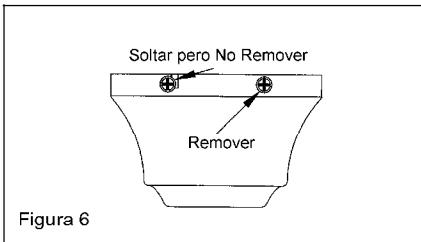

Figura 6
2. Retire la placa de montaje de la marquesina desenroscando los cuatro tornillos ubicados en la parte superior de la marquesina. Retire los dos tornillos de cabeza sin ranura y desenrosque los tornillos de cabeza con ranura. Así se podrá retirar la placa de montaje (Figura 6).
2. Retire la placa de montaje de la marquesina desenrosando los cuatro tornillos ubicados en la parte superior de la marquesina. Retire los dos tornillos de cabeza sin ranura y desenrosque los tornillos de cabeza con ranura. Así se podrá retirar la placa de montaje (Figura 6).